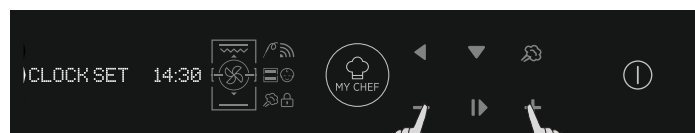

Figura 7
- Configure la hora pulsando los botones MÁS y MENOS. Pulse OK para continuar. (Figura 7)